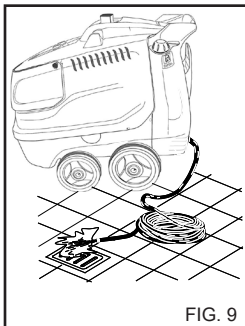

FIG. 9
**Las impurezas podrían atascar la boquilla e impedir el funcionamiento (Fig. 9).**